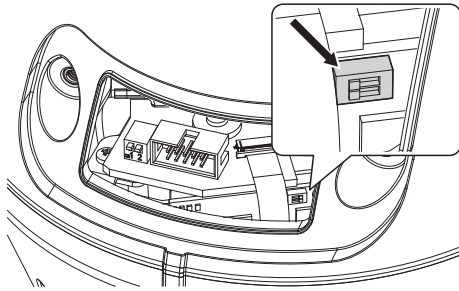

Abb. 103
Die in der Abbildung gezeigten Dipschalter auf OFF setzen (Abb. 103, Seite 48).
- Die Dipschalter zum Einschalten der CPU auf ON setzen (Abb. 103, Seite 48).